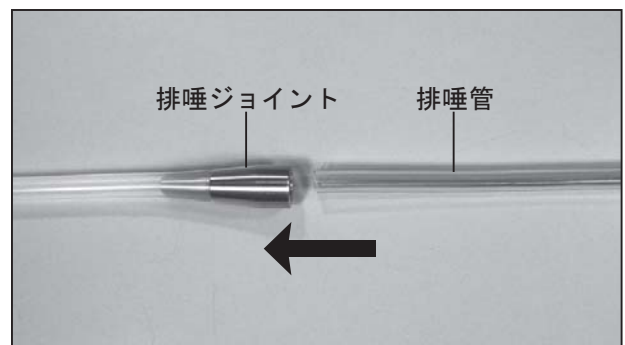

図 8
- 1) 排唾ジョイントに排唾管を突き当たるまで挿し込みます。(図 8)